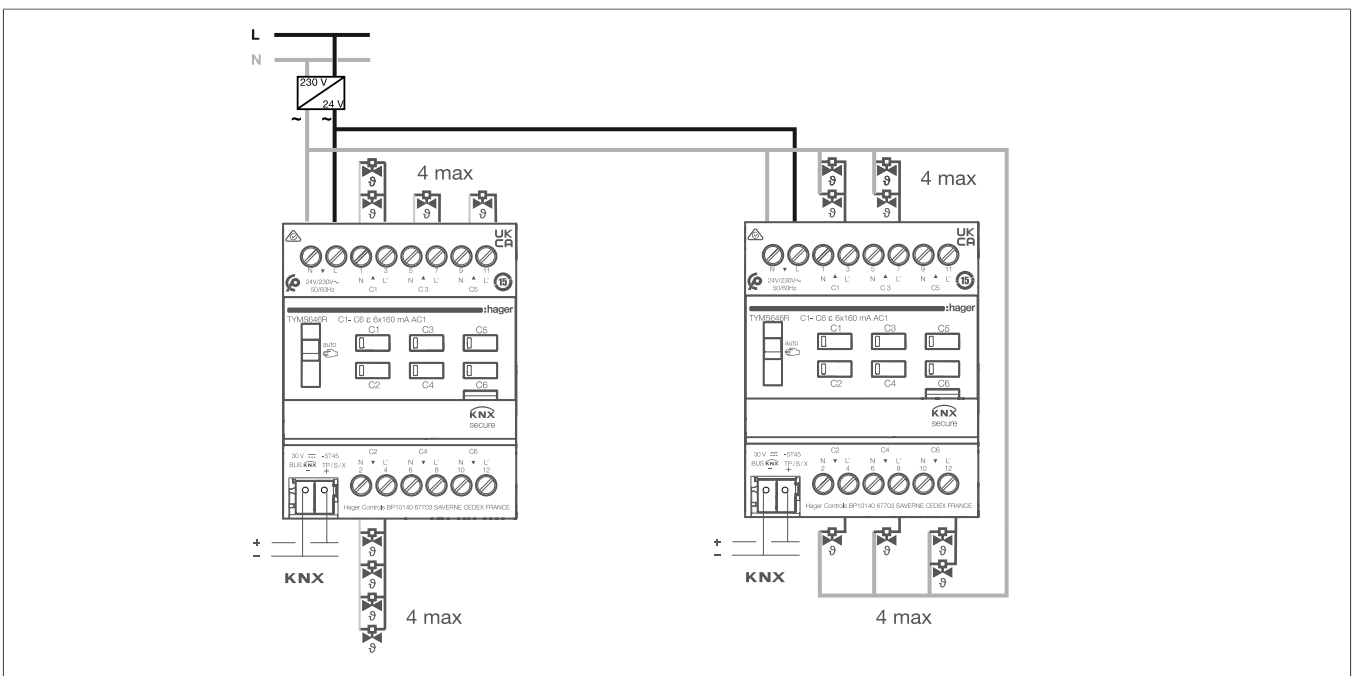

Fig. 5: Schema di collegamento per elettrovalvole con alimentazione a 24 V~
- 3 Collegare le elettrovalvole a 24 V DC al dispositivo o secondo lo schema di collegamento. ((Bild 5: Schema di collegamento per elettrovalvole con alimentazione a 24 V~)).